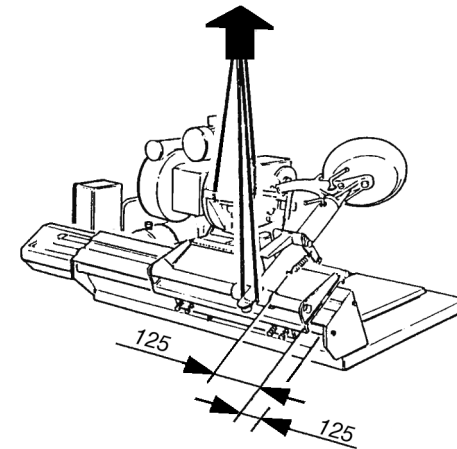

fig.15
MOVIMENTAZIONE (fig.15)
» imbragare con funi a norma (una di mt.1,50 e una di mt.2) nei due punti indicati in fig. 15, osservando le distanze (mm.125) come da fig.15.
MOVEMENT (fig.15)
» harness with cables (one of 1.5m and one of 2m) at the two points indicated in fig. 15, maintaining the distance shown (125 mm) in fig. 15.
## MANUTENTION (fig.15)
- » élinguer moyennant des câbles selon les normes (un de 1,50 m et un de 2 m) aux deux points indiqués dans la fig. 15, en respectant les distances (125 mm) selon la fig. 15.
## BEWEGEN (Abb.15)
- » die normierten Sicherheitsgurte (1,50 m bzw. 2 m) an den zwei angegebenen Stellen des Geräts anlegen (Abb. 15) und dabei auf die Abstände achten (125 mm) wie nach Abb. 15.
## MOVIMIENTO (fig.15)
- » Embragar con cuerdas a norma (una de m.1,50 y otra de m. 2,00) en los dos puntos indicados por la Fig. 15 observando las distancias sugeridas (mm.125).